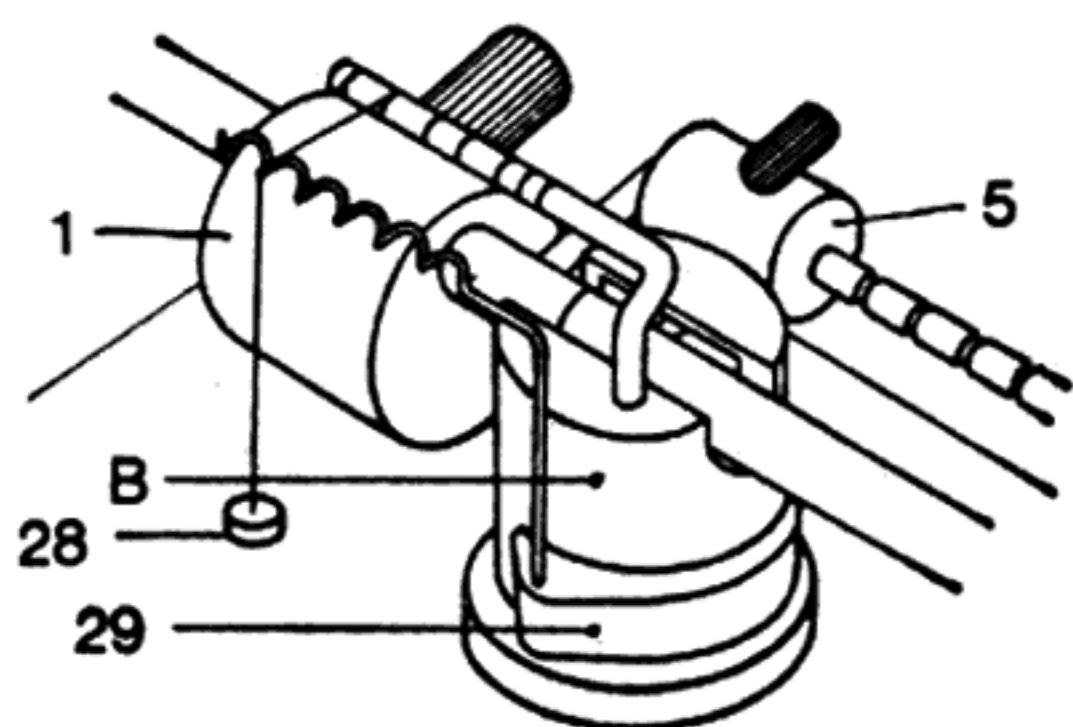

Fig. 2
Le tableau 2 (1^{re} colonne) indique que pour une force d'appui de 1,5 g et un rayon de pointe de 18 μm (.0007") il y a lieu (quatrième colonne) d'accrocher le petit poids de 1 g à l'encoche 6 de la tige coudée (3). Le fil de nylon, auquel le poids est accroché, devra chevaucher une des spires de la tige hélicoïdale du support (23) et pouvoir manœuvrer librement lors du déplacement latéral du bras (fig. 2).